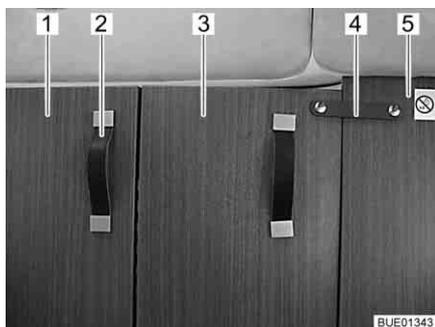

Fig. 52 Séparation pour la cabine de conduite, fermée
- Tirer la séparation pour la cabine de conduite (Fig. 52,1) complètement vers l'intérieur en saisissant le ruban-poignée (Fig. 52,2).
- Fixer la partie rabattable de la séparation pour la cabine de conduite (Fig. 52,3) avec la bande de sécurité (Fig. 52,4) à la cloison intermédiaire fixe (Fig. 52,5) située derrière le siège passager.